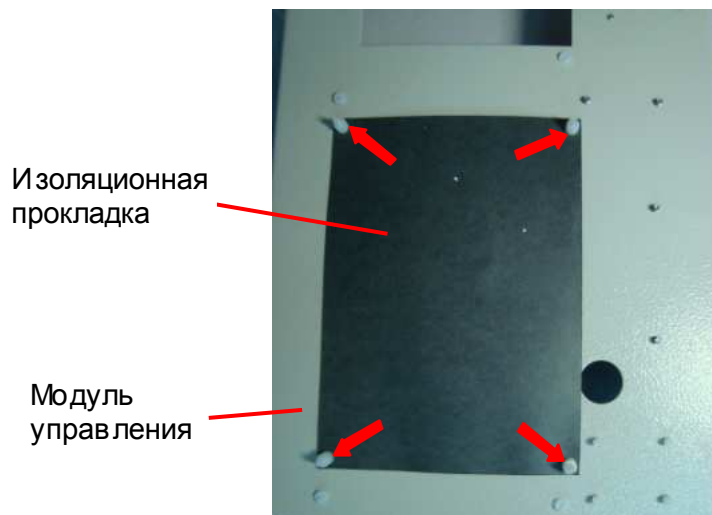

Рис. 7.22
7.9.1. Установить изоляционную прокладку на пластмассовые винты, закрепленные в модуле управления (рис. 7.22).
7.9.2. Надеть на винты пластмассовые втулки (рис. 7.22, красные стрелки).